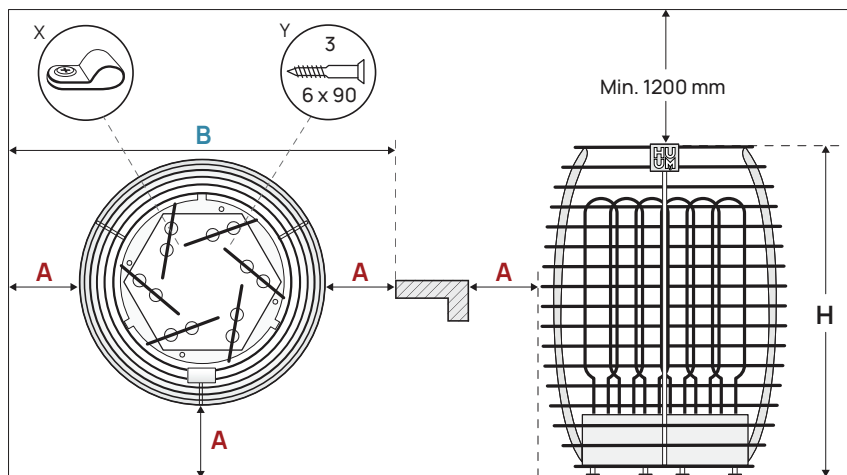

Figure 1. Installation du poêle électrique
- Les distances de sécurité minimales, sont-elles assurées là où le poêle électrique est installé ? (Les distances minimales de sécurité jusqu'aux murs et plafond de salle de sauna, à respecter lors du montage du poêle électrique, sont indiquées dans le **Tableau 1** et sur la **Figure 1**.)